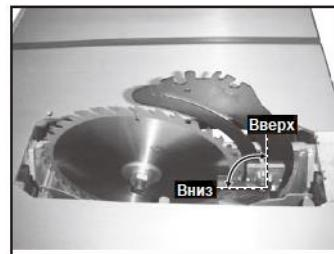

Рис.14
6.2 Установка и регулировка расклинивающего ножа (Рис. 14-Рис.17)
- Разблокируйте расцепляющий рычаг, переведя его в верхнее положение. (См. Рис. 14)
- Заблокируйте расцепляющий рычаг, переведя его в нижнее положение. (См. Рис. 14).